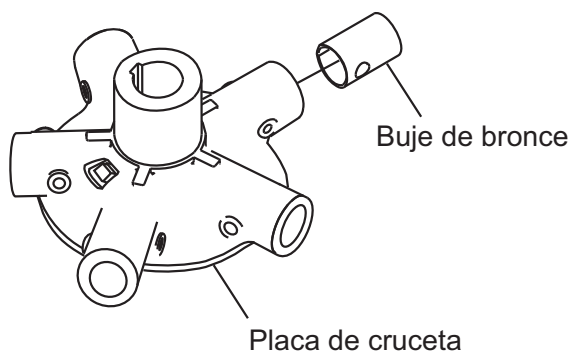

Figura 41. Bujes de bronce
- Examine el buje de bronce del brazo de la alisadora (Figura 41) y límpielo si es necesario. Reemplace el buje si está deformado o desgastado.